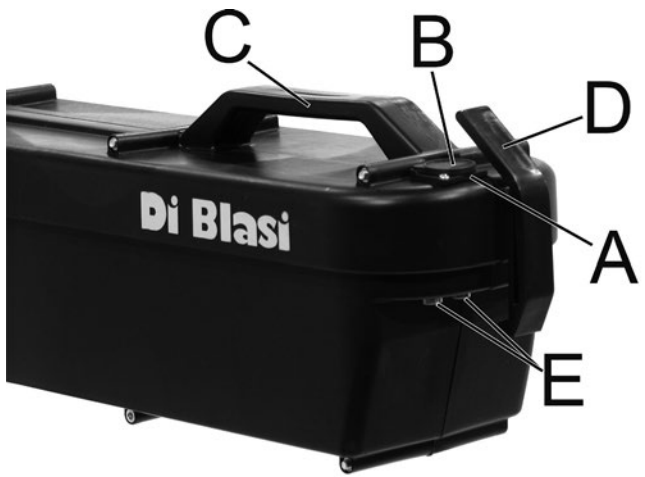

Fig. 44
- La batería se encuentra en el contenedor que se muestra en la fig. 44. Nunca abra éste último y no manipule la batería.
- No exponga la batería a cortocircuitos. Se produce un cortocircuito cuando un objeto metálico hace una conexión directa entre los contactos de la batería (E - Fig. 44). El cortocircuito puede dañar la batería y/o los objetos que lo causan.